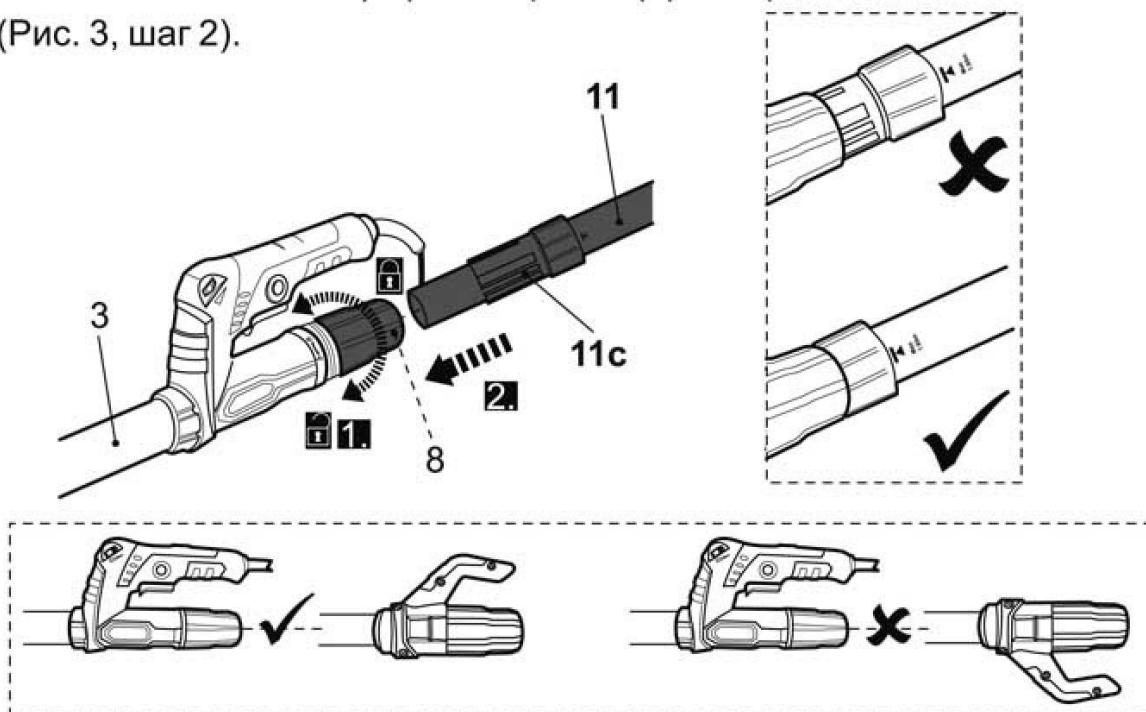

Рис. 3
- > Ослабьте муфту отверстия для отвода пыли (8) на верхней трубке (3). Не снимайте муфту с отверстия (Рис. 3, шаг 1).
- > Приложите заднюю ручку (11а) к основной ручке (5) и вставьте муфту (11с) on the extension shaft (11) в отверстие (8) поворотным движением до упора (Рис. 3, шаг 2).